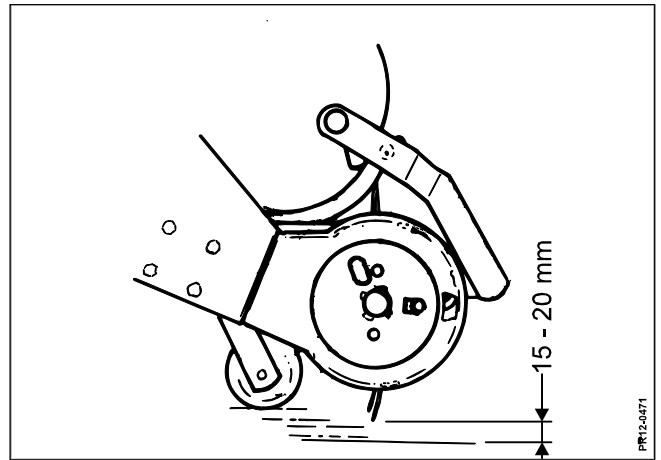

Fig. 3-9
- Fig. 3-9** Pick-up er forsynet med støtteruller, som kan stilles i højden. Gå ikke dybere ned med pick-up fjedrene end nødvendigt, for at undgå at fjedrene ikke blander jord i afgrøden, men alligevel kan opsamle græsset uden spild.